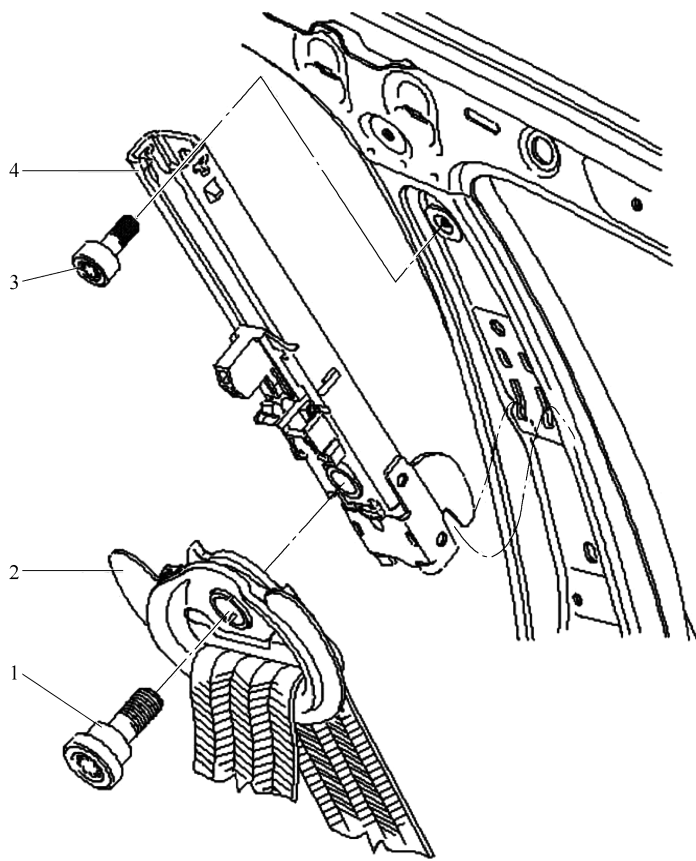

图 12-2 拆卸前座安全带高度调节装置
① 拆下 B 柱上饰板。
② 拧下凸肩内十二角花键螺栓 1 并从安全带高度调节装置上拆下安全带底部锁扣 2，同时拧下内十二角花键螺栓 3 并从车身上拆下安全带高度调节装置 4，如图 12-2 所示。
(5) 拆卸和安装前座安全带锁扣